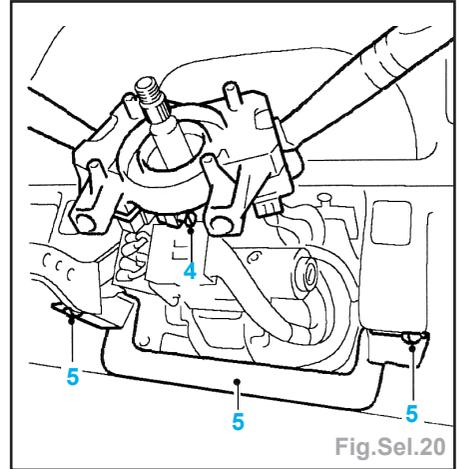

Fig.Sel.20
- Desserrer la vis de bridage (4) et déposer le commutateur d'essuie-glaces / clignotants (Fig.Sel.20).
- Déposer 2 vis (5) de l'enjoliveur inférieur de colonne de direction et déposer l'enjoliveur.